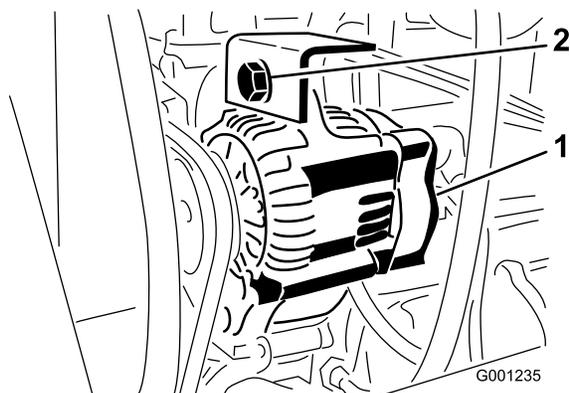

Figura 75
2. Allentate il bullone di montaggio dell'alternatore (Figura 75).
3. Aumentate o riducete la tensione sulla cinghia dell'alternatore e serrate il bullone di montaggio (Figura 75).